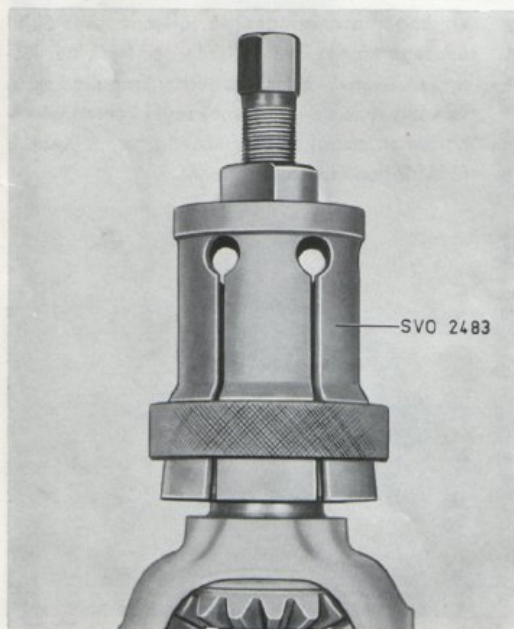

Bild 16. Demont. av differentialhuslager.
3. Drag av differentialhuslagren (1) med avdragare SVO 2483, se bild 16. Tag vara på justermellanlägggen (3).